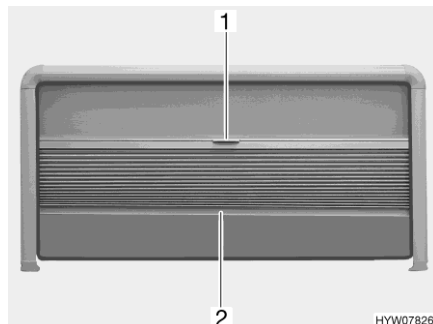

Bild 66 Plisségardin och insektsnät
- Ta tag i mitten på plisségardinens kantlist (Bild 66,2) och dra försiktigt ned den.
- Håll plisségardinens kantlist (Bild 66,2) i mitten och skjut upp plisségardinen försiktigt.
- Drag ned insektsnätet (Bild 66,1) i handtaget.
- Drag upp insektsnätet helt (Bild 66,1), drag i handtaget.